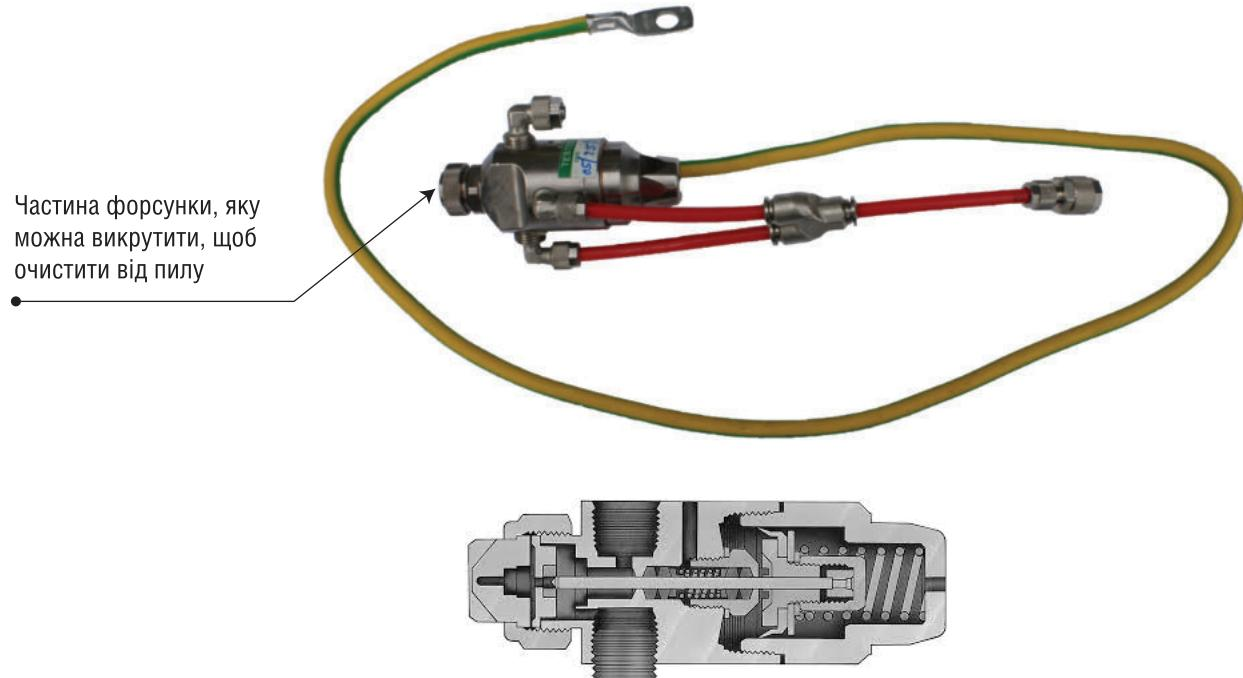

Рис. 4
- Автоматична форсунка 40100 S з заземленням (рис. 4, с. 8) має фітінг для під'єднання трубки подачі стиснутого повітря і фітінг для під'єднання трубки подачі рідкого інсектициду.
- Переведіть трьохпозиційний перемикач в положення «РУЧН» (MANU) (рис. 4а)
- Для зупинки генерації туману переведіть трьохпозиційний перемикач в положення «0» (рис. 4б)
Рис. 4а
Рис. 4б
Рис. 4в
- **ПОМИЛКА 2:** засвітився жовтий індикатор блокування (рис. 4г)
- Переконайтесь, що клапан подачі інсектициду встановлений в положення «ВІДКР» (ON) (рис. 4д)
- Перевірте наявність стисненого повітря (від 4 до 5 бар на манометрі) (рис. 4е)